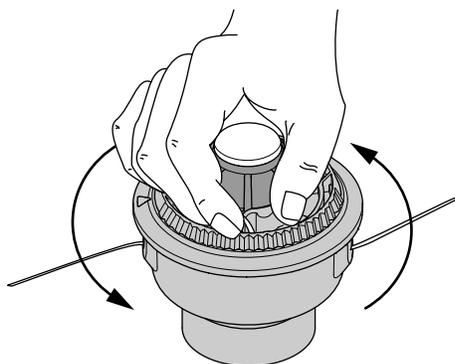

Fig. 18
- Tenez la bobine extérieure. Rembobinez le moulinet intérieur vers la gauche jusqu'à ce qu'il ne reste plus qu'environ 102 mm (4 po) de fil (Fig. 18).